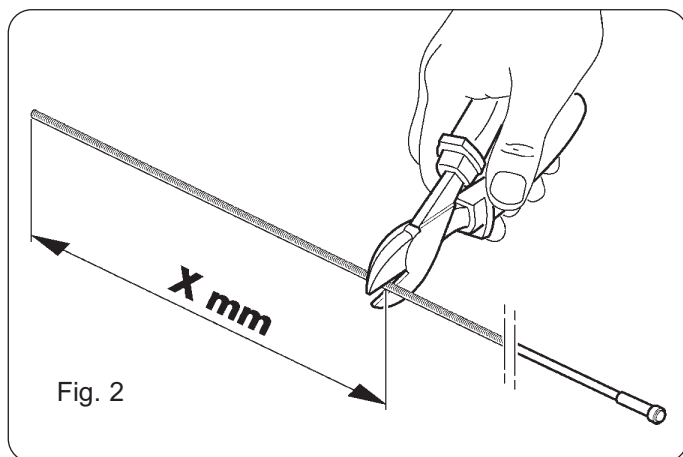
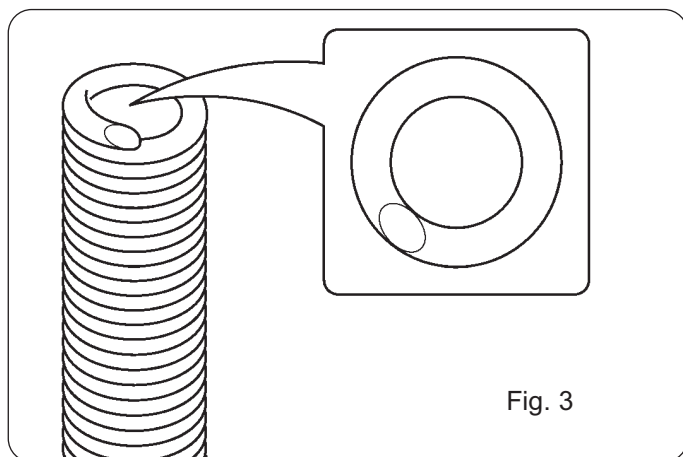

Fig. 2
Fig. 3
- Træk trådlederen ud, klip enden af på det mål, der blev fastlagt forudgående (se fig. 2). Afklipningen skal foretages med et meget skarpt instrument, således at der ikke findes grater der standser trådens gennemgang (se fig. 3).